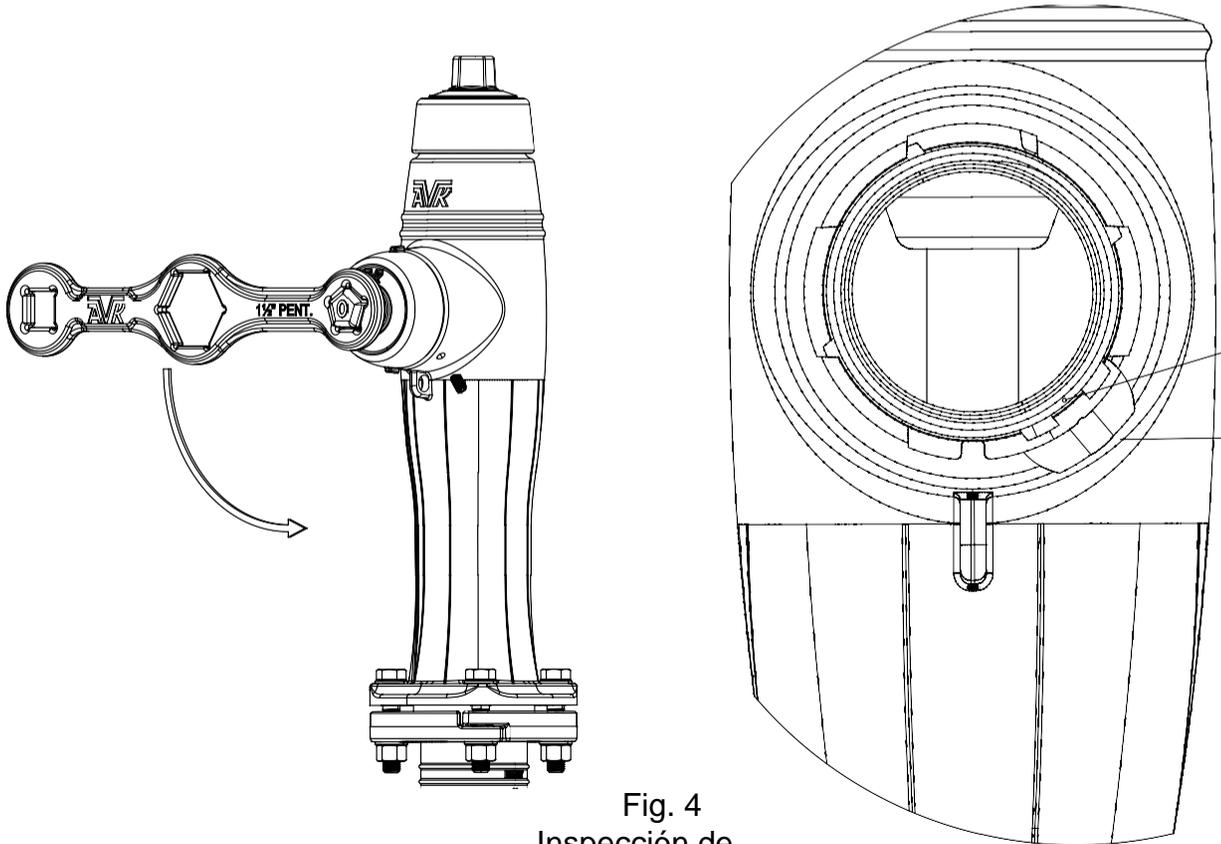

Fig. 4
2. Localice el orificio del tornillo de fijación (F23). Se encuentra aproximadamente a  $\frac{1}{2}$  "hacia adentro del borde de la sección de la boquilla y aproximadamente en la posición de las 4:30 a las 5:00 en punto. Si falta este tornillo de retención, asegúrese de que la boquilla esté instalada correctamente como se muestra en la Fig. 4 , luego reemplácelo inmediatamente (tornillo de fijación F23, acero inoxidable M10 x 16 304) con una llave hexagonal de 5 mm o  $\frac{3}{16}$  ".
Debe haber un pequeño "hoyuelo" o marca de perforación en la boquilla de la manguera (F20), esta marca debe estar alineada con el tornillo de retención de la boquilla como se muestra en la Fig. 4. Si no es así, retire el tornillo de fijación (F23), Gire la boquilla hasta que la alineación sea correcta. Aplique una gota de bloqueador de roscas (Loctite # 242 o igual) al extremo del tornillo de fijación, apriételo hasta que haga contacto con la boquilla y retroceda  $\frac{1}{8}$  de vuelta. Reemplace la tapa de la boquilla de la manguera (F19).